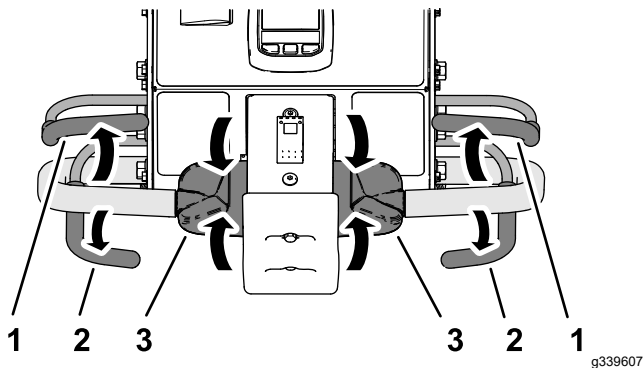

Figura 86
1. Dacă efectuai aerarea, eliberai maneta de aerare (**Figura 86**) pentru ridicarea capului de carotaj; consultai Ridicarea capului de carotaj (Pagină 45).